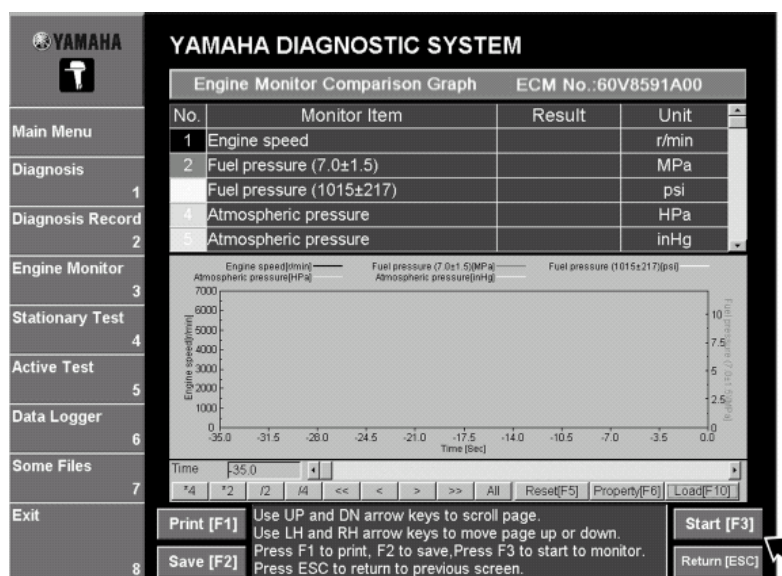

Рис. 56
5. Щелкнуть кнопкой **Пуск [F3](Start [F3])** или нажать клавишу F3, чтобы начать построение графика. Как только мониторинг начнется, название кнопки изменяется на **Стоп [F3](Stop [F3])**. Программа автоматически прекращает считывать данные сигнала, когда указанное время истечет. (Рис. 56)
7. для завершения графического мониторинга, щелкните **Возврат[ESC](Return [Esc])** (или нажмите клавишу ESC ). (Рис. 56)